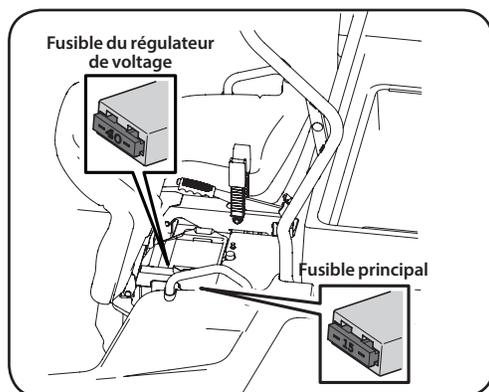

Figure 6-11
5. Enlevez le fusible défectueux et remplacez-le par un fusible d'intensité appropriée. Voir Figure 6-11.